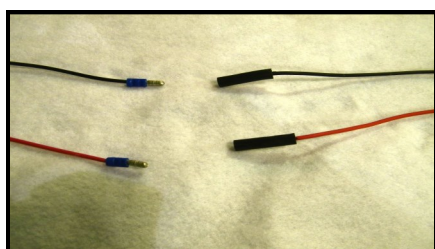

Figure 5
- D. Acheminer les câbles rouges et noirs sous le véhicule, vers le compartiment de la batterie située sous le siège arrière de droite. Sertir des connecteurs de pointe mâles au bout du faisceau et fixer le faisceau du dernier accessoire, qui est déjà doté d'un connecteur de pointe femelle, comme l'indique la figure 5. Faire suivre ce faisceau vers la partie inférieure du véhicule jusqu'au compartiment de la batterie.